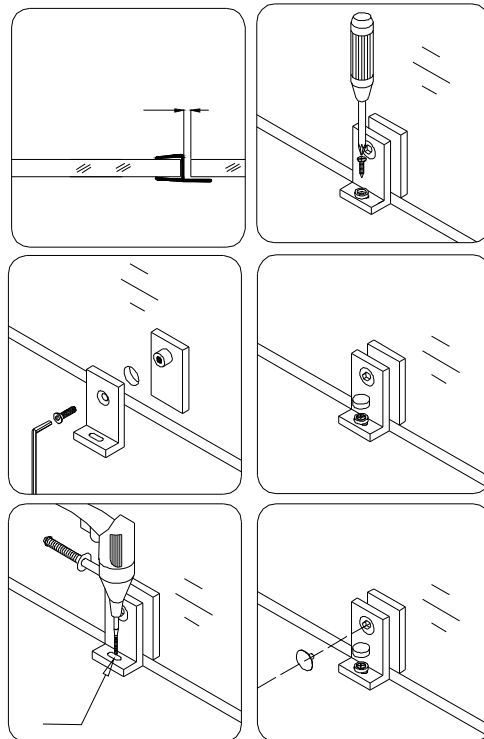

Рис. 21
Наденьте **Декоративный колпачок (28)** на оголенную головку шурупа. Рис. 21